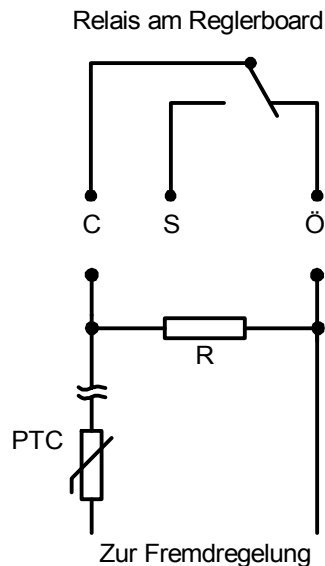

Abbildung 14 Anschluss des Zusatzwiderstands
2. Die Regelung der Nachheizung erfolgt durch eine Fremdregelung. Hier wird der Fremdregelung eine höhere Speichertemperatur vorgetäuscht, in dem ein Zusatzwiderstand (R) in eine Ader der Speicher-Sensorleitung eingebunden wird (siehe Abbildung 14). Der Widerstand kann zusammen mit den Enden der aufgetrennten Ader an die Relaisklemmen angeschlossen werden. Diese Variante funktioniert nur mit PTC-Sensoren (z.B. KTY, Pt). Die Sensorkennlinie muss bekannt sein, um den erforderlichen Widerstand zu bestimmen. Öffnet das Relais (EIN), fließt der Messstrom über den Zusatzwiderstand und es wird eine höhere Temperatur gemessen.